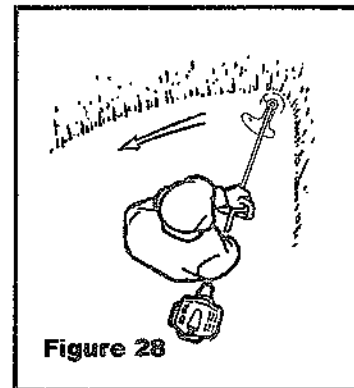

Figure 28
4. La lame tourne en sens inverse des aiguilles d'une montre. Utiliser la machine en mouvements de la droite vers la gauche, en avançant dans la végétation (Fig. 28).